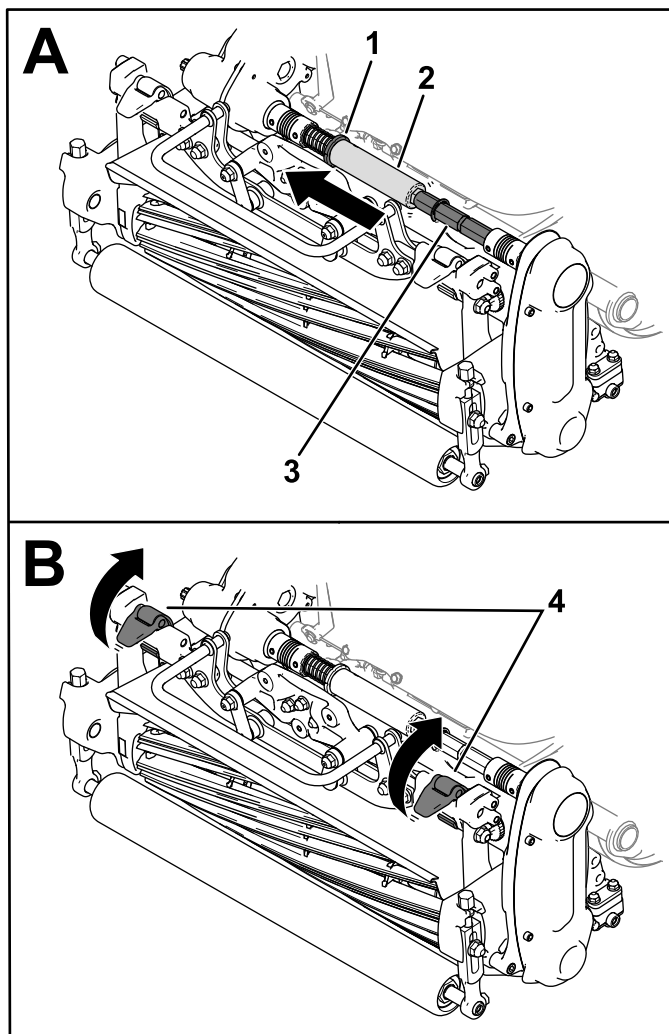

图 28
3. 将环圈 图 28 移动到变速箱轴槽中。
4. 将六角管道从滚刀组联轴器轴上滑下 图 28。
5. 向上移动悬挂门锁以从机器上松开滚刀组 图 28。